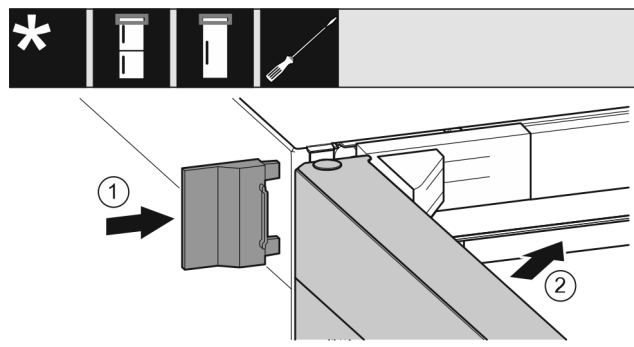

Fig. 25
- Skub den yderste afdækning Fig. 25 (1) på.
- Luk den øverste dør Fig. 25 (2).